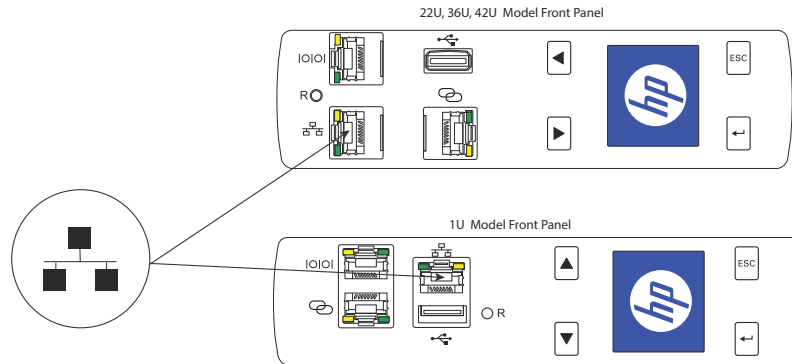

図 11. PDU の LAN 接続方法
2. ケーブルの一端を PDU にあるイーサネットコネクタに接続します（図 11 を参照）。ケーブルのもう一端をルーター（あるいは他の LAN デバイス）上のイーサネットコネクタへ接続します。